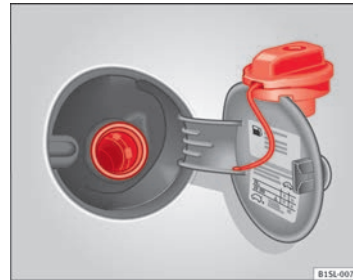

Abb. 107 Geöffnete Tankklappe mit eingeklinktem Tankverschluss.
- Tankverschluss entgegen dem Uhrzeigersinn herausdrehen und oben an der Tankklappe einhängen ⇒ Abb. 107.